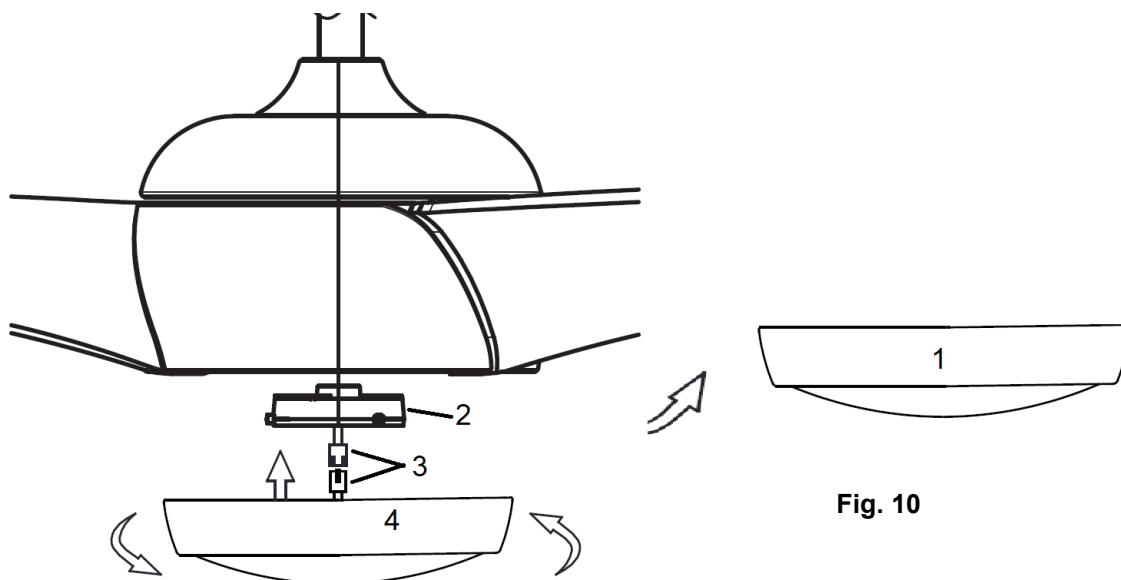

Fig. 10
DE BATTERIJ INSTALLEREN (Fig. 10)
1. Om de batterij door een nieuwe te vervangen, druk op de bovenkant van het batterijdeksel en draai de schroef tegelijkertijd los om het batterijdeksel te verwijderen (Fig. 10 b).